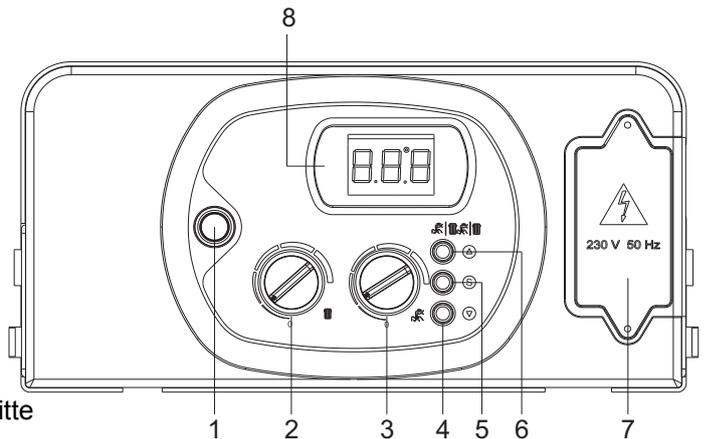

Abb. 1
- den Hauptschalter 1 (Abb. 1) auf Position "ON" hineindrücken;
- mit dem Knopf 6 (Abb. 1) durch Drücken die Betriebsart SOMMER  , bei Eco Simplex in Funktion nur mit optionalem Speicher, oder WINTER  wählen
- das Symbol der Betriebsart wird am Display 8 (Abb. 1) angezeigt.
- bei fehlerhafter Flammenbildung wiederholt das Gerät 3 x den Zündvorgang, bevor eine Störabschaltung mit der Fehlermeldung "E 01" (Zündfehler) erfolgt. Wenn dies der Fall ist, drücken Sie den Hauptschalter 1 (Abb. 1) auf Position "OFF"; ca. 5 Sekunden warten und dann den Hauptschalter 1 (Abb. 1) wieder auf Position "ON" hineindrücken. Mehr Informationen dazu im Kapitel "STÖRUNGSMELDUNGEN und STÖRUNGSBEHEBUNG" (Seite 37).